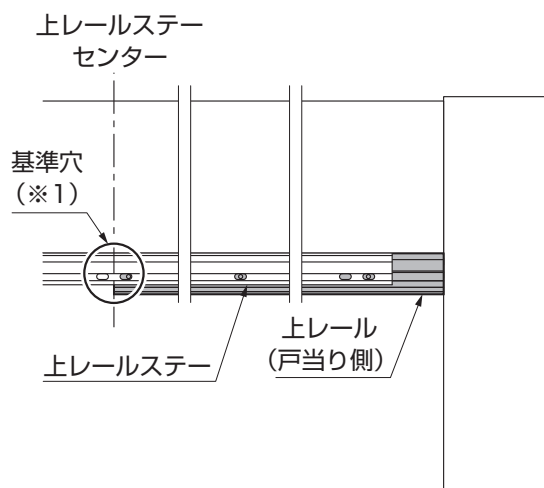

図6-5 道路側正面図
- 【1-3】は上レールがズレないように必ず基準穴（※1）から先に取付けてください。（図6-5参照）